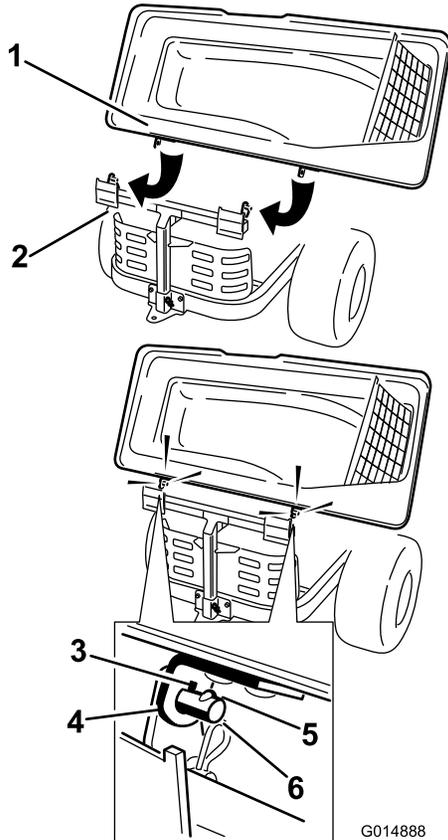

Bild 22
- Nur für Modelle 79390, 79391 und 79393:** Drehen Sie die Abdeckung des Heckfangsystems, um die Löcher für die Passfedern in den oberen Halterungen des Heckfangsystems mit den Löchern für die Passfedern in den Pfosten am Rahmen des Heckfangsystems auszufluchten (Bild 22).